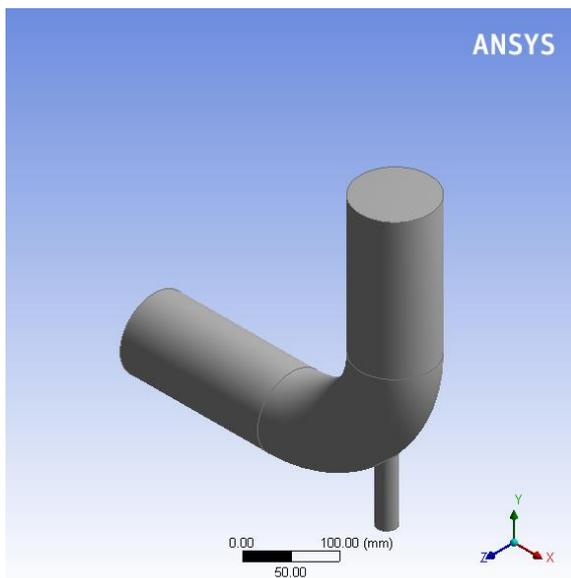

Рис. 23 Трехмерная модель патрубка
2. В *Details View*, установите параметры цилиндра как показано в таблице 1.2, нажмите кнопку *Generate* (рис. 23).